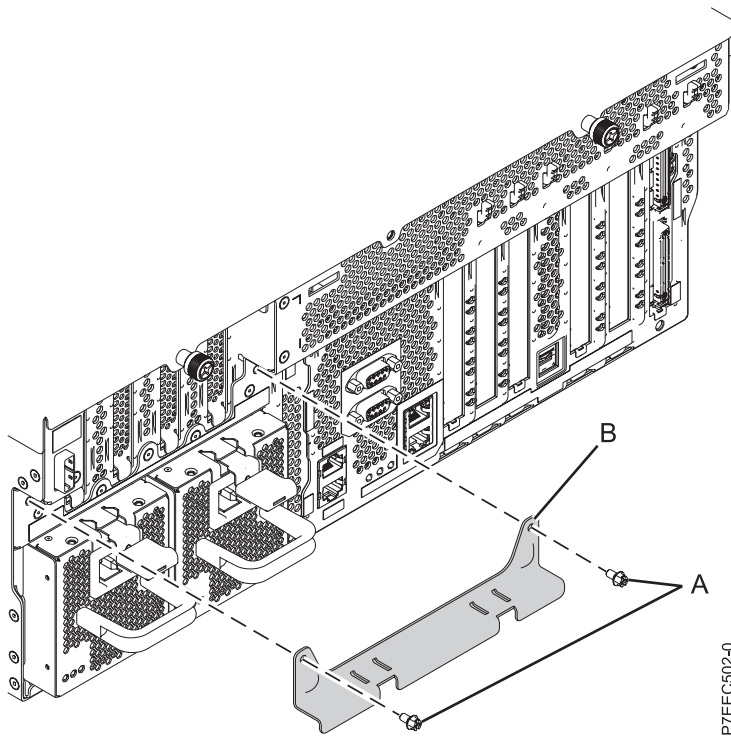

Abbildung 18. Transporthalterung ausbauen
1. Bauen Sie die Transporthalterung der Netzteile aus (falls vorhanden). Stellen Sie sicher, dass die Netzteile wieder eingesetzt worden sind (siehe Abb. 18).